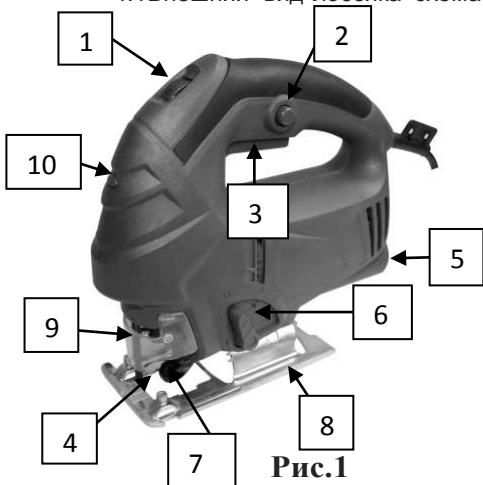

Рис.1
Выберите рабочее плотно (пилку), в зависимости от типа обрабатываемого материала, ослабьте два винта в пилкодержателе **4** (рис.1) используя ключ-шестигранник. Вставьте рабочее полотно в пилкодержатель **4** (рис. 1), убедитесь, что зубья пилки направлены вперёд, а задняя часть пилки располагается в направляющем ролике **7** (рис.1), затяните винты с помощью ключа-шестигранника;
7.2 Кратковременное включение лобзика осуществляется нажатием на выключатель **3** (рис. 1).
Длительное включение лобзика осуществляется нажатием на выключатель **3** (рис.1) с последующим кратковременным нажатием на фиксатор выключателя **2** (рис.1), при этом выключатель должен зафиксироваться во включённом положении.
7.3 Регулятором числа оборотов **1** (рис.1) можно выбрать необходимое число ходов рабочего полотна (пилки).
7.5 Наличие маятникового хода означает, что в процессе работы лезвие осуществляет движение не только вверх -вниз, но и, благодаря движению направляющего механизма, происходит движение по кривой, как бы подпиливание материала впереди себя. Применять маятниковый ход рекомендуется только при прямых резах, благодаря применению маятникового хода, значительно увеличивается качество прямых линий реза. Величина амплитуды маятникового хода регулируется специальным переключателем 6 (рис.1) и выбирается в зависимости от типа обрабатываемого материала.
Для пиления под углом от 0° до 45° (вправо или влево) необходимо устано- вить регулируемую подошву лобзика **8** (рис.1) под нужным углом.